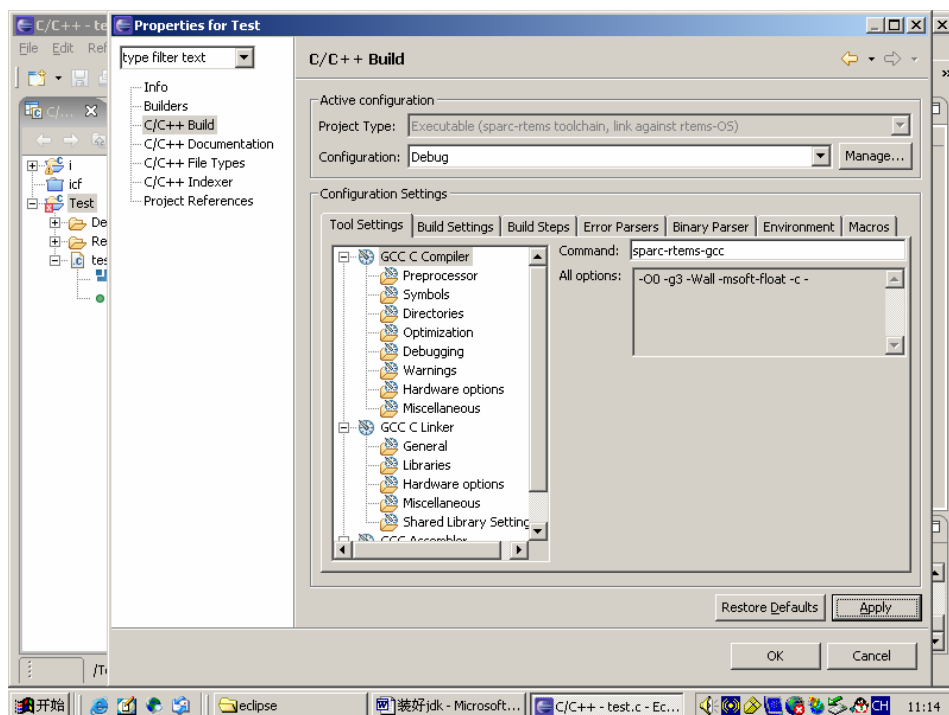

图 4-12 编译选项设置
1. 编译环境的配置：在工程导航栏选中工程，右击选择 Properties,再选中 C/C++Build, 编译选项设置如图 4-12 所示：